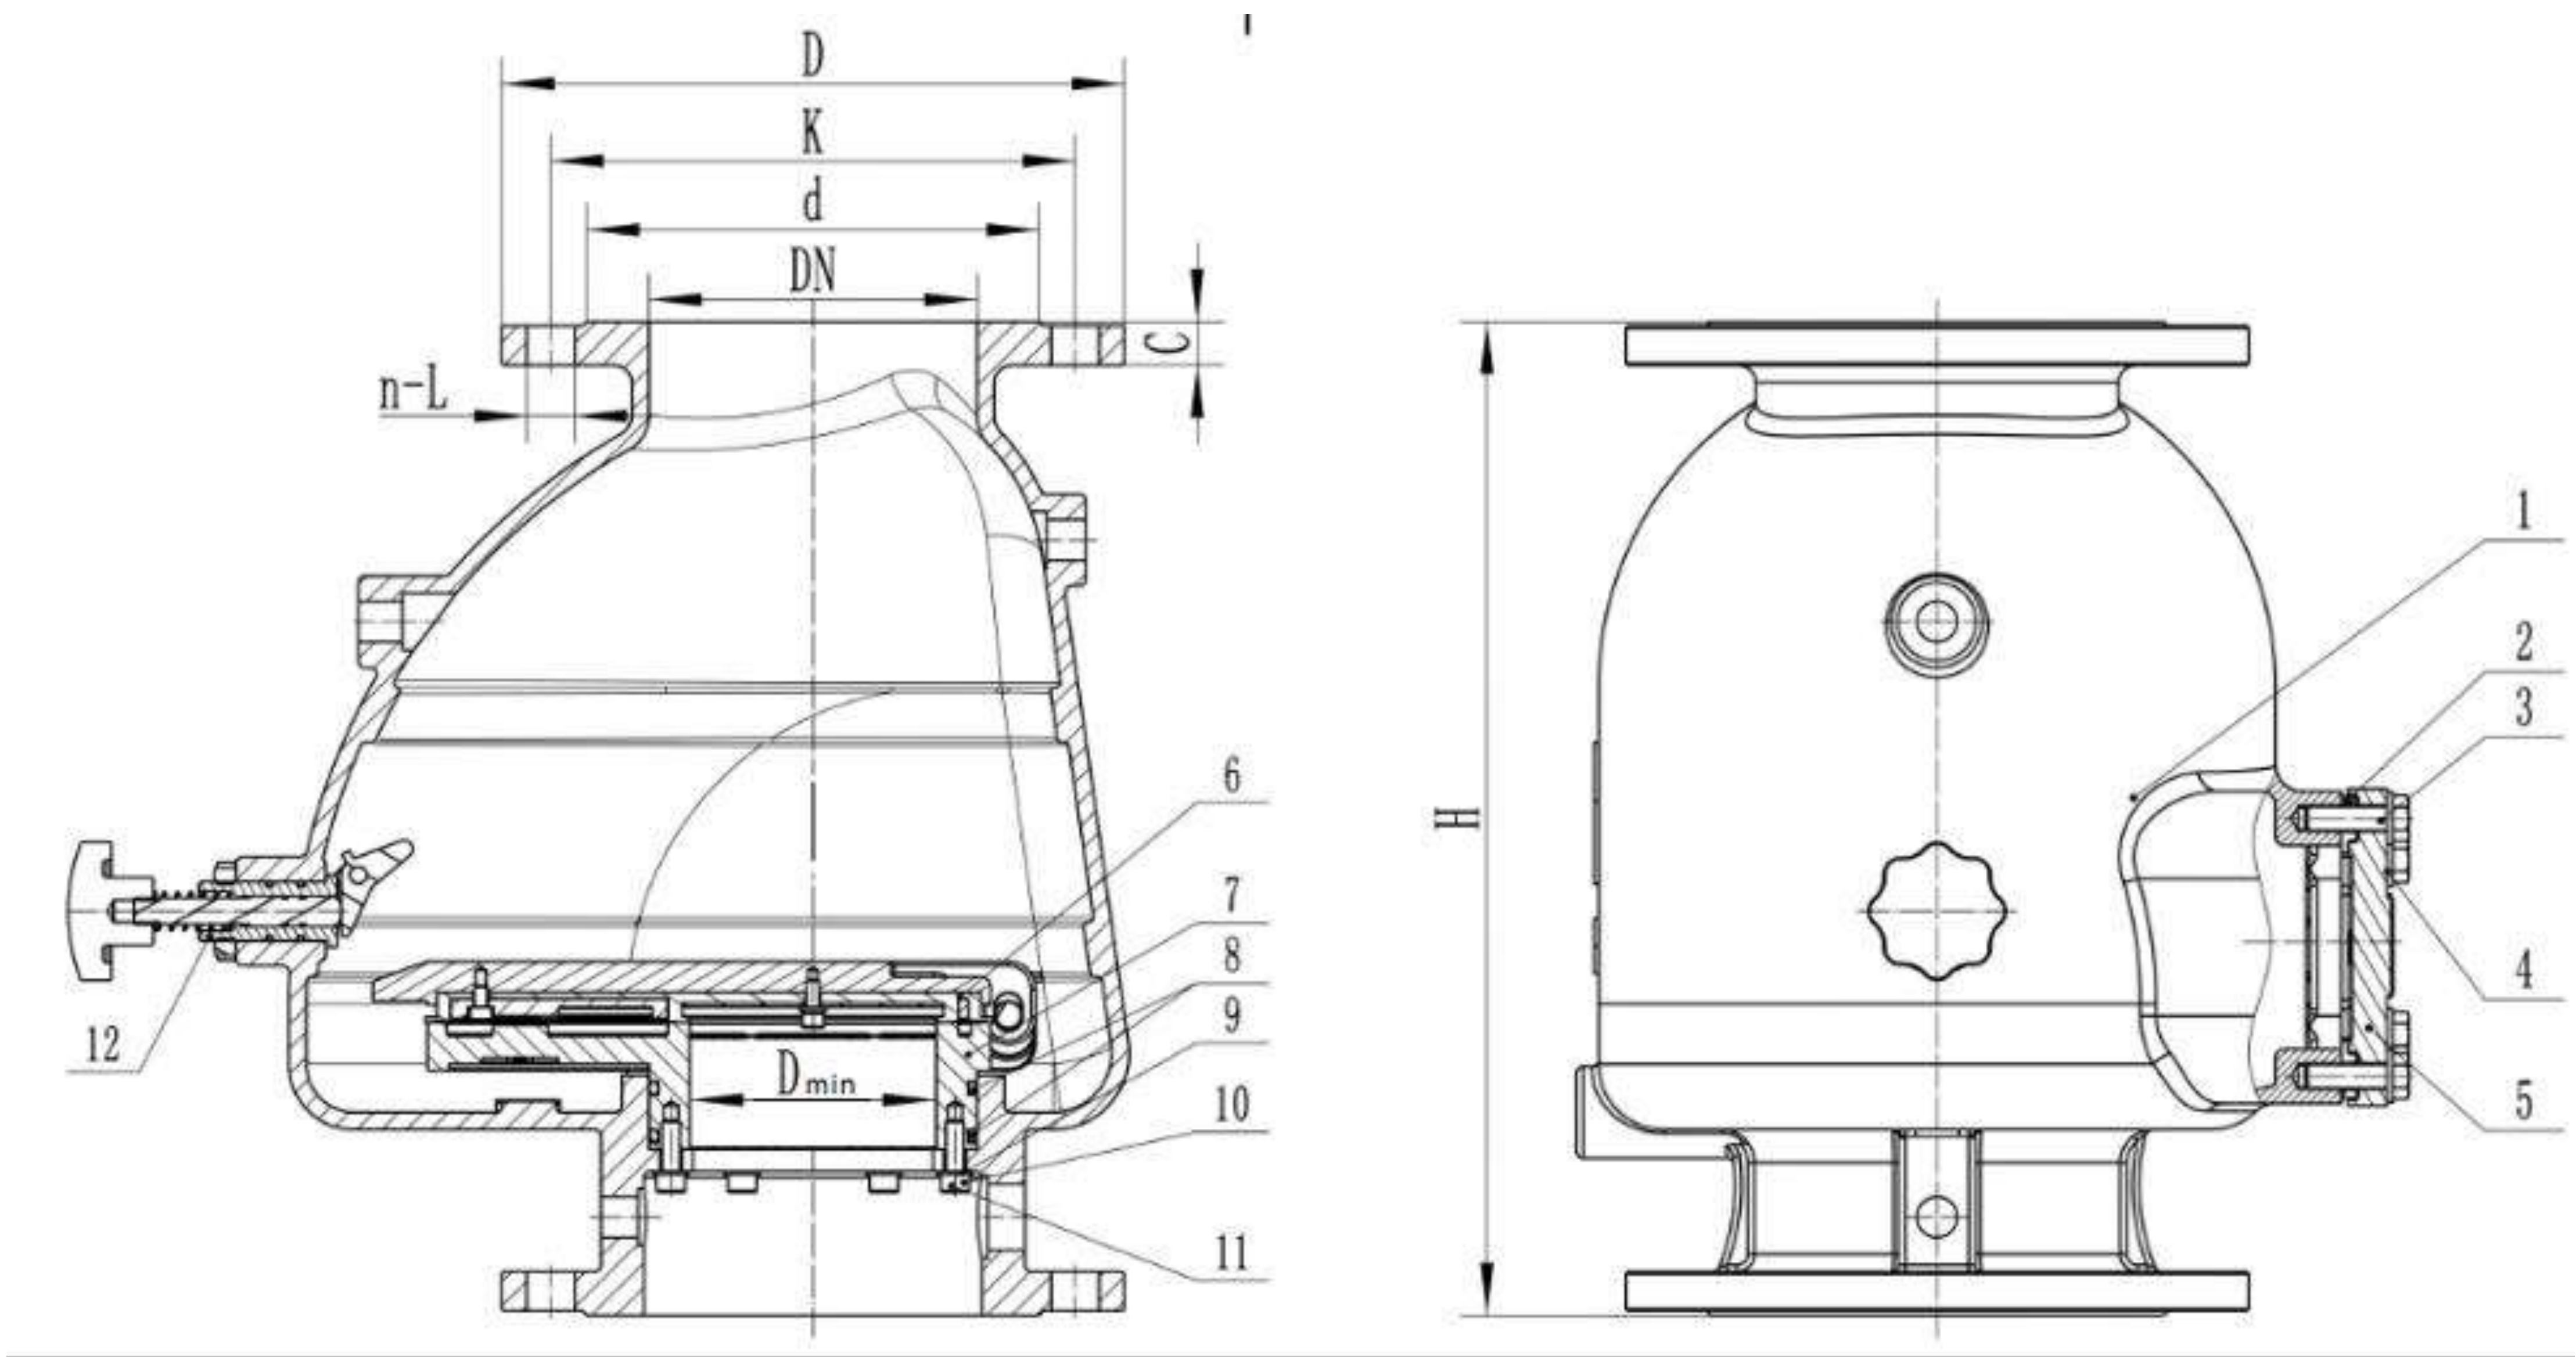

Рисунок 5. Габаритные и присоединительные размеры клапана сигнального спринклерного
- открутить болты М12 поз. 4, осторожно снять крышку поз. 5 (рисунок 5) не повредив прокладку крышки поз. 2, (рисунок 5), вынуть ось вращения диска поз. 6 (рисунок 5), вынуть диск клапана поз.6 (рисунок 5);
- произвести осмотр резиновой пластины диска клапана поз.6 и прокладки крышки поз.2 (рисунок 5), при необходимости заменить;
- произвести очистку внутренних поверхностей корпуса клапана поз. 1 (рисунок 5) от загрязнений;
- Затяжку болтов поз.4 (рисунок 5) необходимо производить крест на крест, начиная с центрального болта в три этапа: